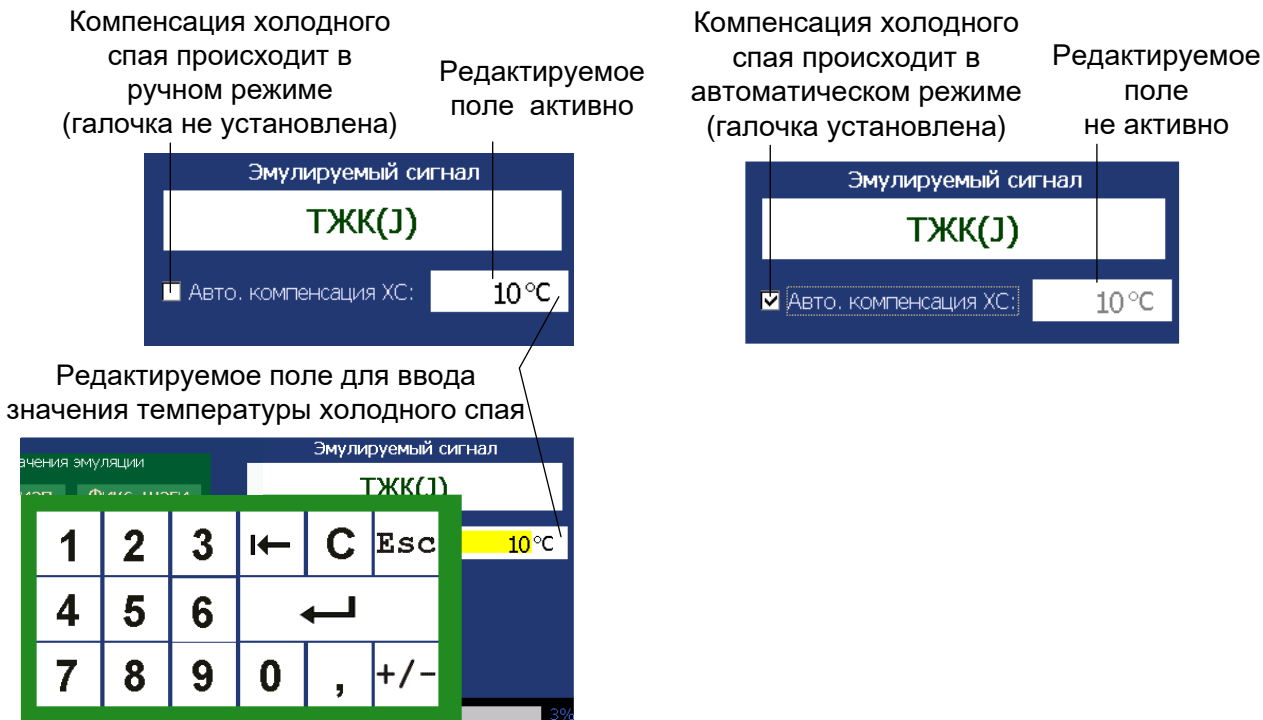

Рисунок 2.24
- ручной (галочка не установлена), при этом пользователю предлагается ввести значение температуры в соответствующее редактируемое поле (см. рисунок 2.24);
- автоматической (галочка установлена), при этом редактируемое поле для ввода значения температуры не активно (см. рисунок 2.24).
При подключении к ИКСУ-2012 одного из кабелей «КИ2012К» или «КИ2012L» из прилагаемого комплекта, в разъем которого встроен компенсатор холодного спая Pt100, необходимо выбрать автоматический тип компенсации холодного спая. В этом случае компенсация холодного спая в процессе измерений будет осуществляться прибором автоматически. Если кабели «КИ2012К», «КИ2012L» не используются, то необходимо выбрать ручной тип компенсации холодного спая, затем произвести измерение температуры холодного спая с погрешностью, не превышающей предела допускаемой основной погрешности для данного типа ТП, и ввести измеренное значение  $t_0$  в соответствующее редактируемое поле (см. рисунок 2.24, п.2.8.4).